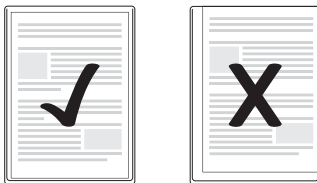

Abb. 1
- Achten Sie darauf, dass alle Ränder des Dokuments mindestens zwei Millimeter Abstand zum Rand der Folientasche haben müssen, wie in Abb. 1 dargestellt.
- ▶ Achten Sie darauf, dass alle Ränder des Dokuments mindestens zwei Millimeter Abstand zum Rand der Folientasche haben müssen, wie in Abb. 1 dargestellt.